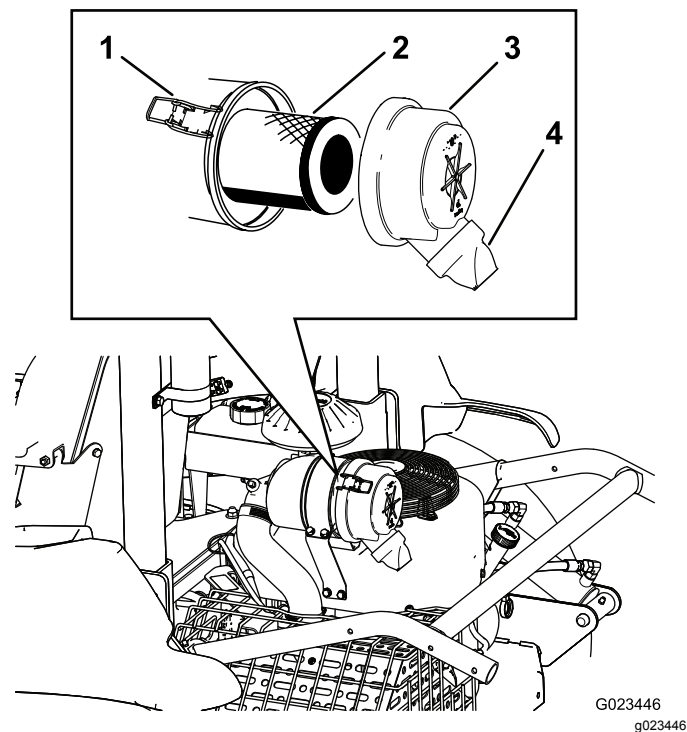

Рисунок 43
2. Отпустите защелки, фиксирующие крышку воздухоочистителя на его корпусе (Рисунок 43).